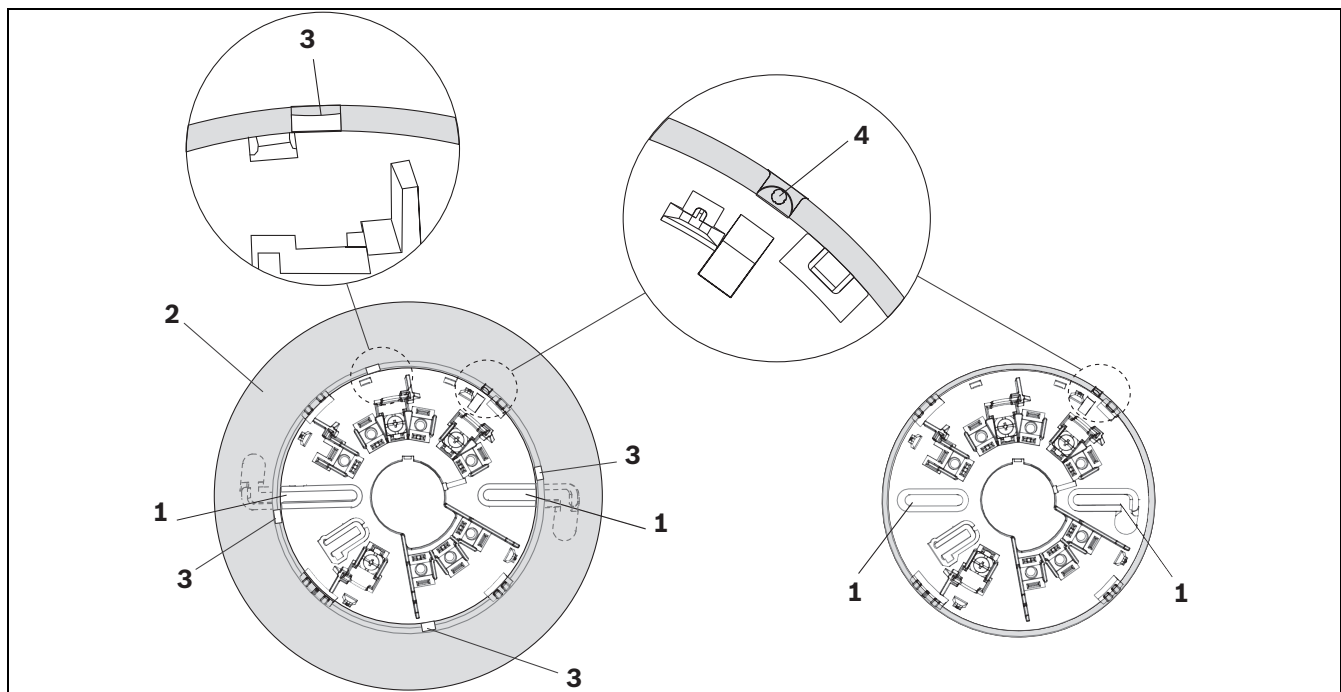

Figura 4.1 Bases de montaje de 6 y 4 pulgadas
1. Monte la base a través de los dos orificios de montaje rectangulares (consulte la *Figura 4.1*, posición 1).
Si coloca un imán en el punto de prueba sobre la ranura semicircular del cabezal (consulte la *Figura 4.1, Página 22*, posición 4) el indicador LED se encenderá en rojo. Si mantiene el imán en la ubicación indicada durante más de 6 segundos, la unidad enviará una señal de alarma a la central y el indicador LED cambiará a rojo fijo hasta que el panel la rearme. Si retira el imán antes de que transcurran los 6 segundos, la unidad volverá al estado en el que estaba y no enviará ninguna señal de alarma. Si lo hace, tendrá que rearmar la unidad.